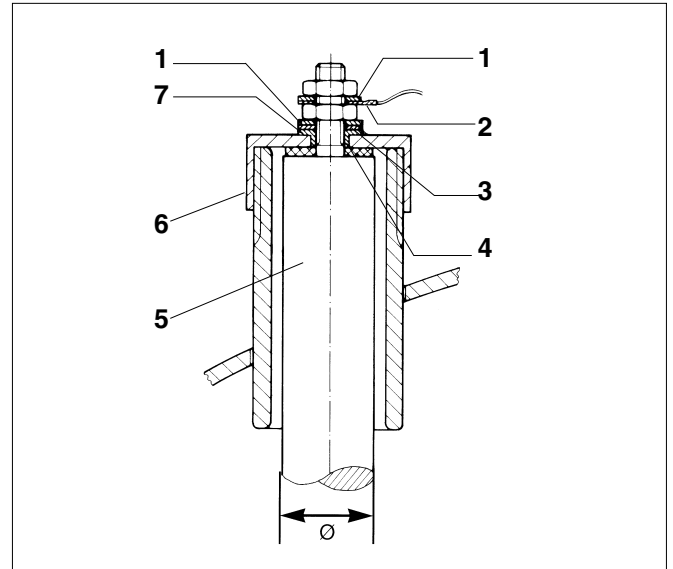

Fig. 13 Anodo di magnesio*
- Controllare l'anodo di magnesio (fig. 13, pos.5).
Legenda della fig. 13: